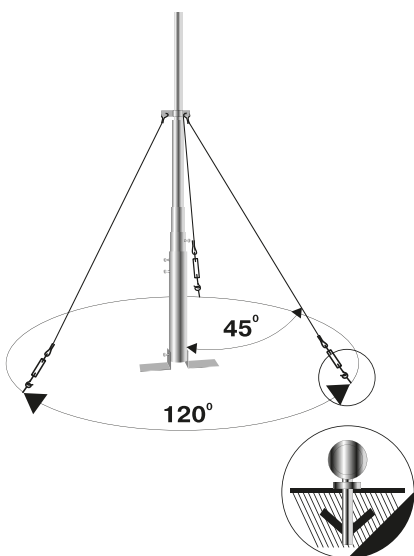

Рисунок 1
- 3 Места для крепления оттяжек следует выбирать таким образом, чтобы их ветви проходили через горизонтальную окружность, центром которой является вертикальная ось мачты. Угол между ветвями оттяжек должен быть 120° в горизонтальной плоскости. Для увеличения несущей способности мачты и уменьшения нагрузки на ветви оттяжек и элементы крепежа следует увеличивать угол между вертикальной осью мачты и оттяжкой (т.е. угол должен быть более указанного угла 45°). см. Рис. 1.
- 6** Используя болты, анкера, дюбеля, необходимо прикрепить уголки подпятника к основанию (месту установки). Рис. 3а. Установите элементы крепежа для монтажа оттяжек в предварительно выбранные точки Рис. 1 и Рис. 4. Закрепите в необходимых местах мачты хомуты под оттяжки (Рис.5а., Рис.5б.) (при наличии в комплекте хомута-шайбы, просто надеть на соответствующее колено).